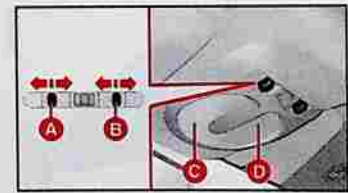

fig. 64
L'interrupteur **A**-fig. 64 allume/éteint les lampes du plafonnier.
L'interrupteur **B**-fig. 64 réalise la fonction spot.
– l'interrupteur **A** étant en position centrale, les lampes spot **C** et **D**-fig. 64 du plafonnier s'allument/éteignent lors de l'ouverture/fermeture des portes AV;